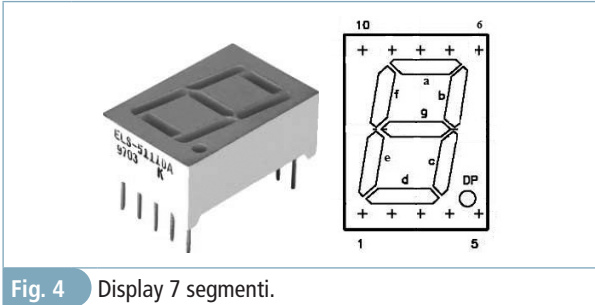

Fig. 4 Display 7 segmenti.
Il display a 7 segmenti è costituito da sette LED, disposti come in fig. 4, con cono di emissione a forma di segmento, più un punto decimale (DP).